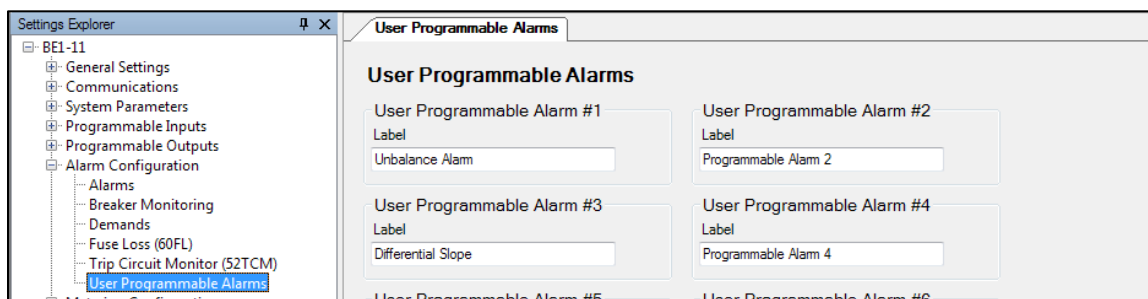
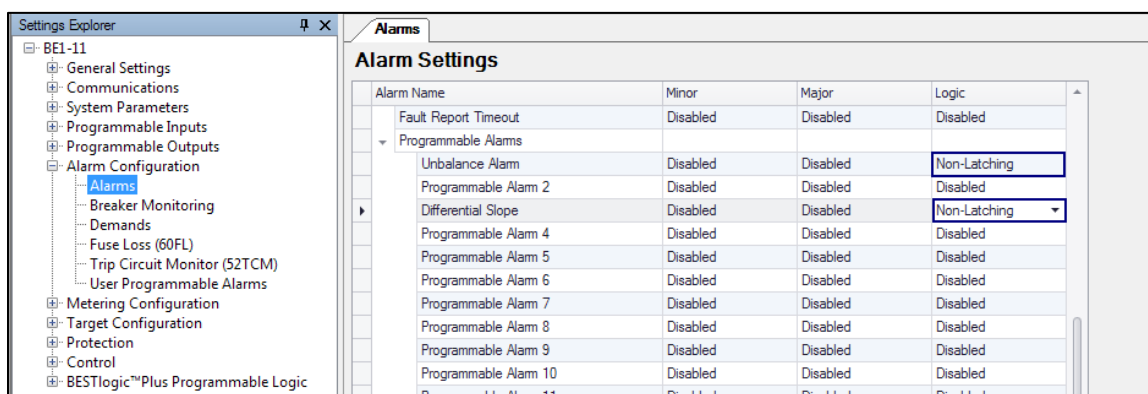

Figura 84-50. Pantalla Alarmas programables por el usuario
Figura 84-51. Pantalla Ajustes de la alarma
Alarma programable por el usuario 1 se utiliza para informar una alarma secundaria, que indica la alarma de desequilibrio. Utilice el Explorador de ajustes para navegar hasta Configuración de alarma, Alarmas programables por el usuario, e indique el nombre "Alarma de desequilibrio" para Alarma programable por el usuario 1, como se muestra en la Figura 84-50.
Navegue hasta Configuración de alarma, Alarmas, y habilite Alarma programable 1 como alarma secundaria de no enclavamiento, como se muestra en la Figura 84-51. Esta alarma se mostrará en los informes de secuencia de eventos y alarmas como "Alarma de desequilibrio".
La Figura 84-50 y la Figura 84-51 también muestran la Alarma de diferencial programada al final de la subsección Diferencial de corriente (87).